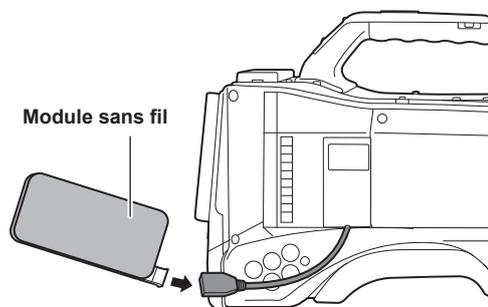

Fig. 5
- 4 Connectez le module sans fil. (Fig. 5)